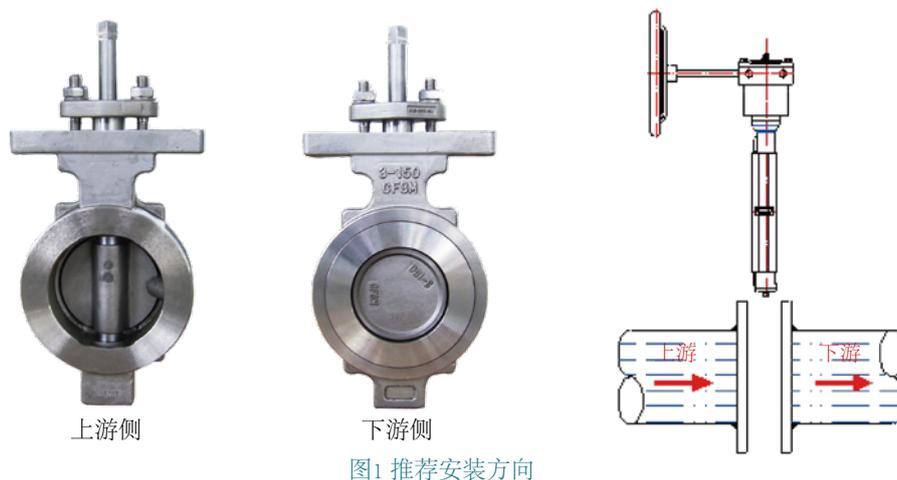

图1 推荐安装方向
4.3 阀瓣上可见轴侧被认为是承高压侧，这意味着在阀的这一侧可获得最佳的关闭性能。因此，建议在安装过程中，保证阀板的可见轴侧安装在上游，而将阀板铸字侧安装在下游。（图1）。